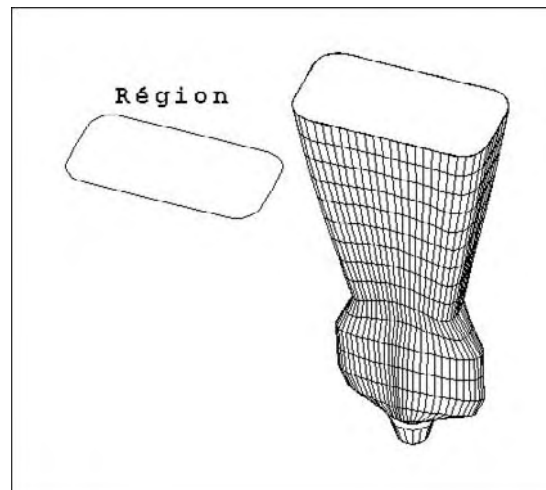

Fig.6.31
- 15 Pour fermer la partie inférieure du flacon, réaliser une région à l'aide des quatre polygones situées à la base du flacon (fig.6.31).